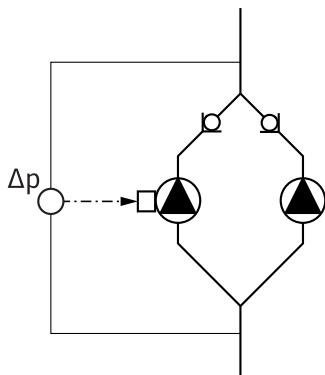

Fig. 18: Primjer, priklučak senzora diferencijalnog tlaka
- U primjeru na Fig. 18 glavna je pumpa lijeva pumpa u smjeru strujanja. Senzor diferencijalnog tlaka priključite na tu pumpu.
- Mjerne točke senzora diferencijalnog tlaka glavne pumpe moraju se nalaziti u odgovarajućoj sabirnoj cijevi na usisnoj i tlačnoj strani instalacije od dviju pumpi (Fig. 18).